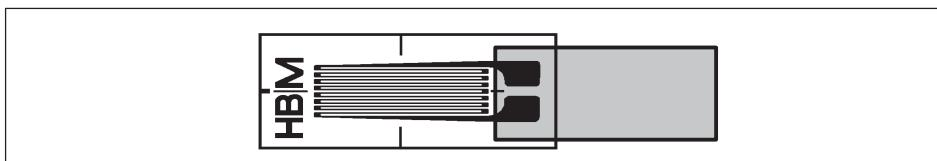

Fig. 5.3 Charnière sur jauge sans pattes de raccordement
- ▶ Pour les jauges sans pattes de raccordement, réaliser la charnière comme indiqué sur la Fig. 5.3 (sans cosses relais supplémentaires).